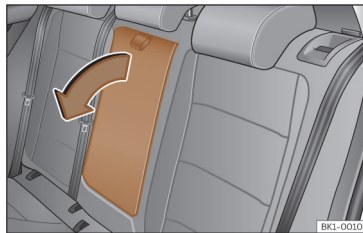

Fig. 97 Reposabrazos central trasero abatible (representación esquemática).
- Para **bajar** el reposabrazos, tire del lazo en el sentido de la flecha >>> **fig. 97**.